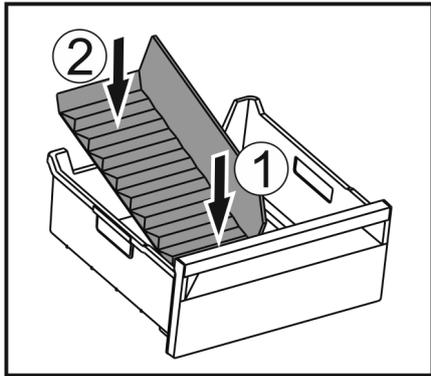

Fig. 79
- ▶ Inserire la parte anteriore del divisore dello scomparto del ghiaccio. Fig. 79 (1)
- ▶ Abbassare la parte posteriore del divisore dello scomparto del ghiaccio fino al fondo del cassetto. Fig. 79 (2)